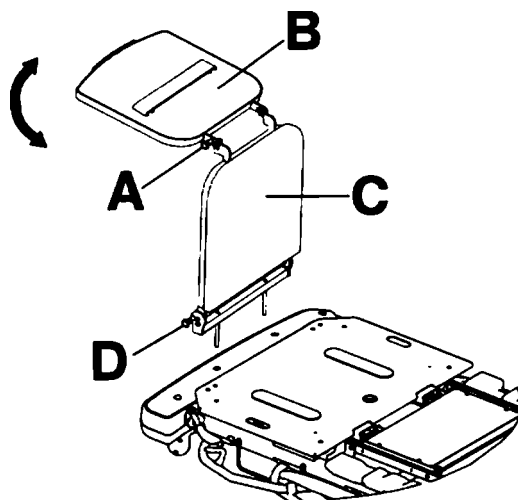

Рисунок 18 – Лоток для дефибриллятора/удлинителя изножья
1. Вытяните верхнюю ручку (А) (Рисунок 18).
Порядок преобразования лотка для дефибриллятора — удлинителя изножья в удлинитель изножья (Рисунок 18):